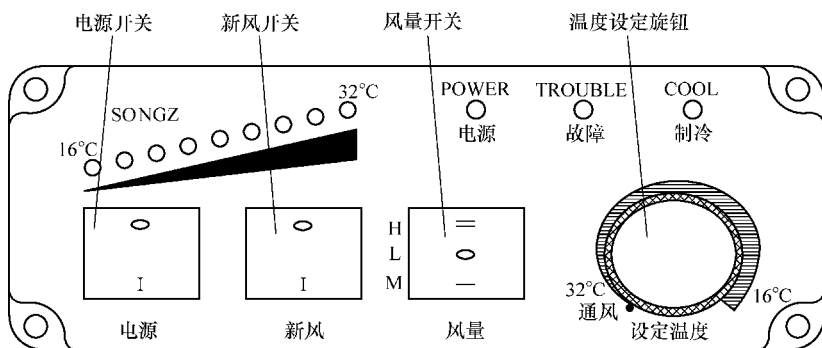

图 27-2 I 型操纵器示意图
(1) I 型操纵器的使用功能 SONGZ 客车空调系统的 I 型操纵器如图 27-2 所示, 操纵器的功能如下列所示。